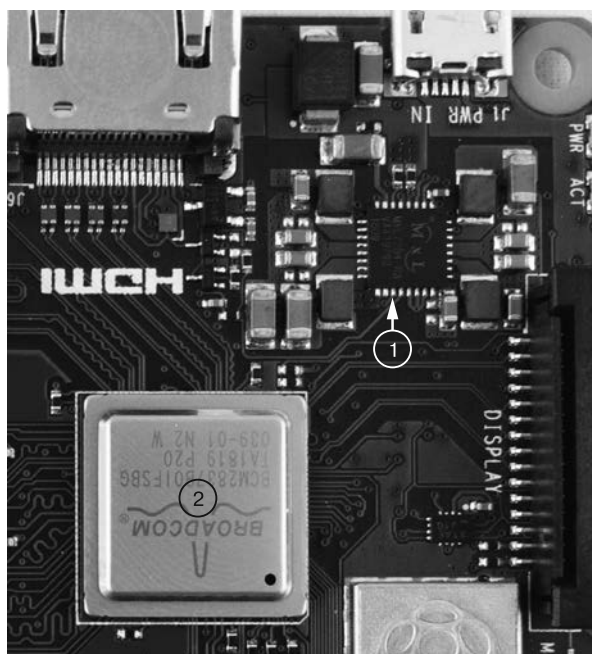
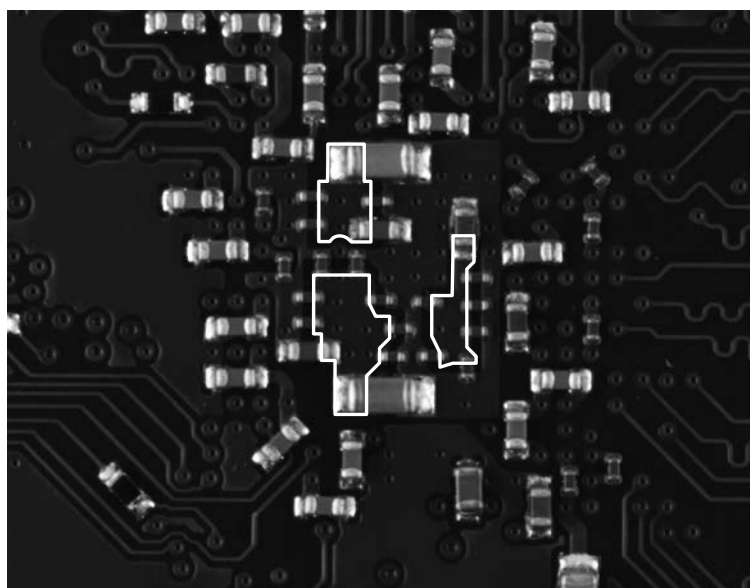

Рис. 5.14. Raspberry Pi 3 Model B+ с основной SoC ② и микросхемой питания ①
Рис. 5.15. Место основной SoC. Выделенные области электрически соединены друг с другом и с шиной VDD_CORE
В большинстве случаев нужно найти шину питания, помеченную как Microprocessor Unit или Core. На схеме представлены следующие метки: 3V3A, 3V3, 1V8, DDR_1V2, VDD_CORE и некоторые другие. В случае с Raspberry Pi 3 Model B+, видимо, нам нужна шина VDD_CORE. Но мы хотим внедрить ошибку гораздо ближе к основной SoC, а не прямо у регулятора напряжения. На рис. 5.13 вы заметите, что контакт 19 микросхемы регулятора напряжения подключен к VDD_CORE. Посмотрим на этот чип (рис. 5.14).
Соединение с контактом 19 на рис. 5.14 обозначено цифрой ❶. Основная SoC обозначена цифрой ❷, но находится достаточно далеко, и поэтому внедрение сбоя на выходе микросхемы регулятора напряжения не даст нужного эффекта. К счастью, мы можем использовать мультиметр, чтобы найти сопротивление 0 Ом (короткое замыкание) на выходе VDD_CORE и под основной SoC. На рис. 5.15 показан вид под SoC.
На всех трех выделенных участках на рис. 5.15 видны короткие замыкания друг на друга и на шину VDD_CORE. Напряжение при включении питания составляет около 1,2 В. Важно отметить, что у нас может быть несколько шин с одинаковым напряжением. Напряжение DDR тоже равно 1,2 В, но это уже другая шина.
Каждый из выделенных участков VDD_CORE на рис. 5.15 можно подключить к разным контактам на SoC. Перед нами, в частности, четырехъядерное устройство, на борту которого могут быть и другие ускорители. Таким образом, у микросхемы может быть несколько контактов питания, которые находятся